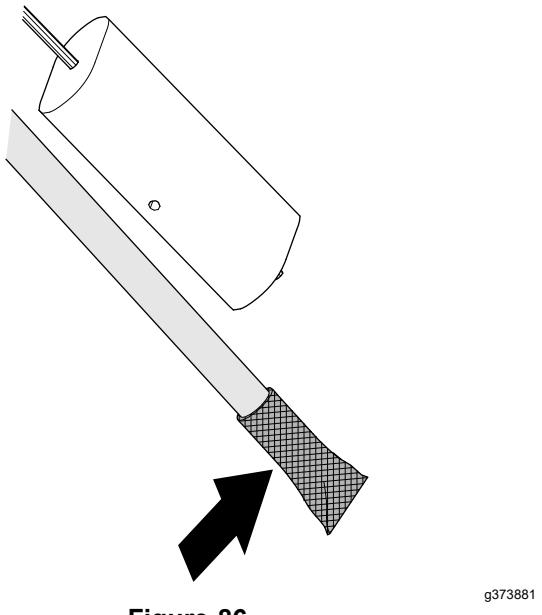

Figure 86
1. Nettoyez la crêpine au bout du tube d'admission de carburant (Figure 86).